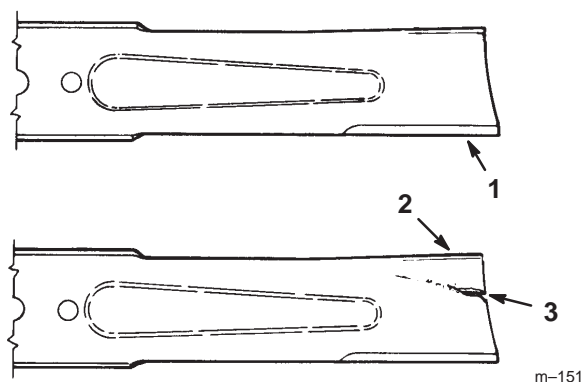

Figure 33
1. Inspectez les tranchants des lames (Fig. 33). Si les lames ne sont pas tranchantes ou si elles présentent des indentations, déposez-les et aiguisiez-les (voir Aiguisage des lames, page 34).
2. Inspectez les lames, surtout la partie incurvée (Fig. 33). Remplacez immédiatement toute lame endommagée, usée ou qui présente une entaille (repère 3 de la Fig. 33).